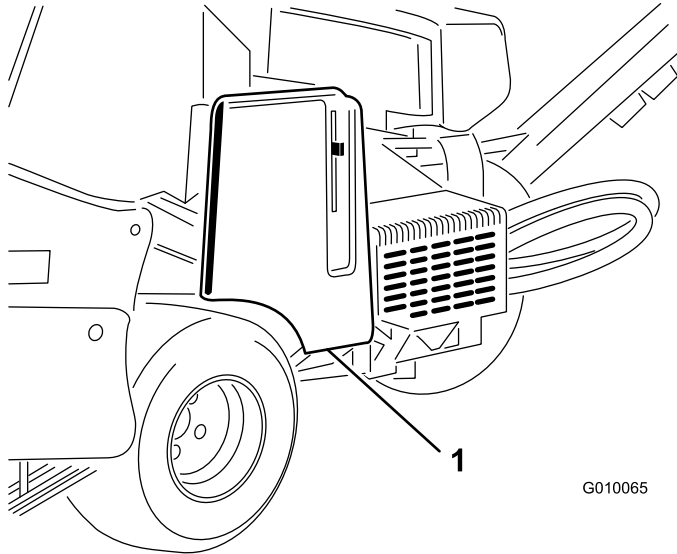

図 55
1. ベルトカバーのラッチを外し、カバーを取り外す (図 55)。